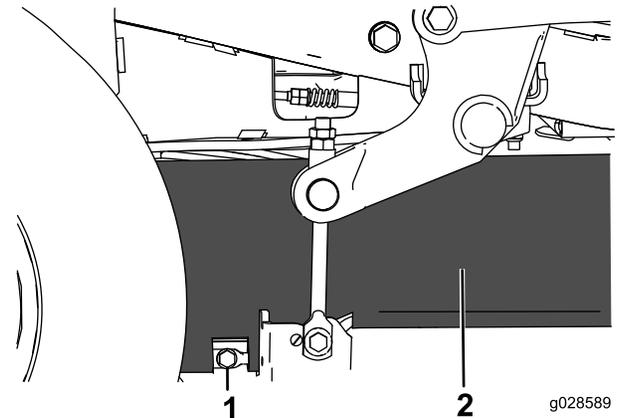

Bild 2
1. Lösen und entfernen Sie die untere Schraube der Mähwerkabdeckung, um die Abdeckung abzunehmen (Bild 2). Bewahren Sie die Schraube auf.
in 3 Anbringen der Abdeckungen (Seite 2) entfernt haben (Bild 2).